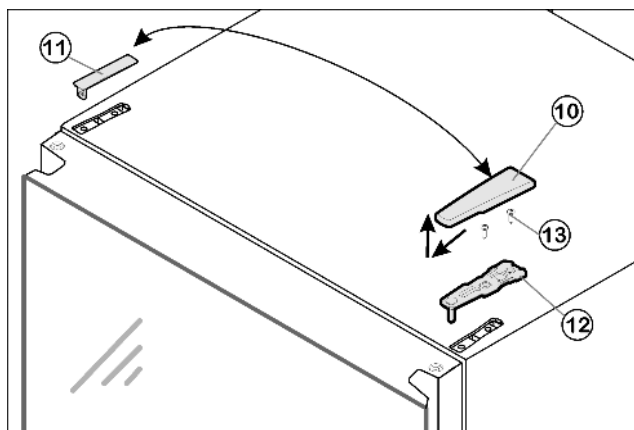

Fig. 6
- ▶ Kryt Fig. 6 (10) stáhněte dopředu a nahoru.
- ▶ Kryt Fig. 6 (11) zvedněte.
- ▶ Horní stojan ložiska Fig. 6 (12) odšroubujte (2 krát Torx® 25) Fig. 6 (13) a stáhněte nahoru.
- ▶ Horní stojan ložiska Fig. 6 (12) vložte na nové straně závěsu do dvířek.
- ▶ Horní stojan ložiska Fig. 6 (12) přišroubujte (s 4 Nm) (2krát Torx® 25) Fig. 6 (13). Díry pro šrouby případně předem propíchněte nebo použijte akumulátorový šroubovák.
- ▶ Kryt Fig. 6 (10) a kryt Fig. 6 (11) zatlačte vždy na opačné straně.